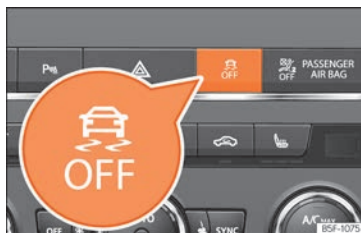

Abb. 288 Mittelkonsole: Taste zum Ein-/Ausschalten von ESC und ASR
- Taste  » **Abb. 288** etwa 1 Sekunde lang drücken, um den ESC Sportmodus einzuschalten.
- Die Taste  » **Abb. 288** länger als 3 Sekunden drücken, und die elektronische Stabilitätskontrolle (ESC) wird einschließlich ASR ausgeschaltet. Am Bildschirm des Kombi-Instruments schaltet sich die Kontrollleuchte  ein und **ESC OFF** wird dauerhaft eingeblendet.
- Die Funktion ASR und die elektronische Stabilitätskontrolle ESC werden durch Drücken der Taste  wieder eingeschaltet » **Abb. 288**.